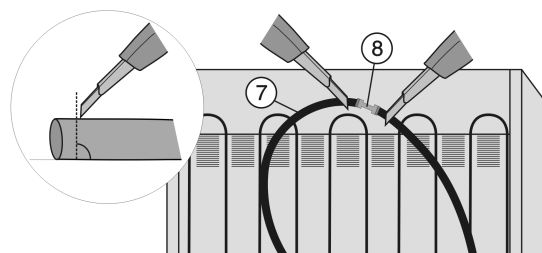

Fig. 35
- Corte el tubo flexible de agua Fig. 35 (7) en la parte trasera del aparato delante y detrás del empalme Fig. 35 (8) (90° respecto a la dirección del tubo).